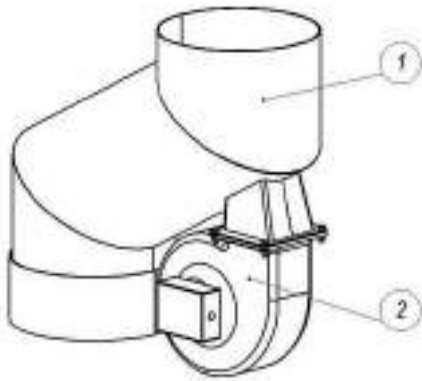

Рис.9
- е) Дымовой aspirator (дымосос). (Рис.9).
Является дополнительной опцией, позволяющей увеличить тягу отводимых газов. Устанавливается в соответствии с Рис.9.